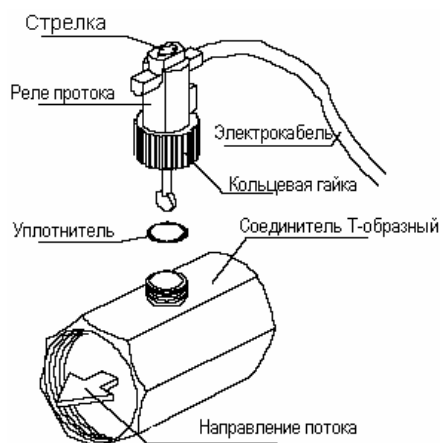

Рис. 10
- Реле при необходимости снимается после отвинчивания пластиковой гайки. При установке его обратно проверьте правильность положения уплотнительного кольца (см. рис. 10).